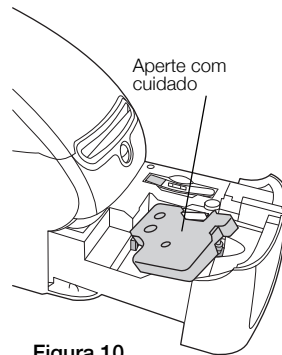

Figura 10
- 3 Insira o cassete e pressione com firmeza até ele prender no local. Verifique se a etiqueta e a fita estão posicionadas corretamente. Consulte a Figura 10.